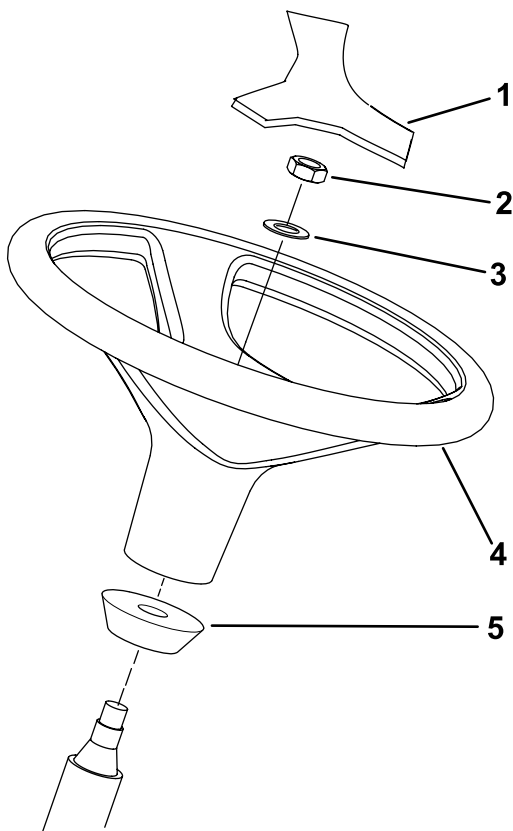

Figura 10
1. Îndepărtați volanul din suportul de transport (Figura 10).
Notă: Asigurați-vă că inelul din spumă rămâne pe arborele de direcție (Figura 10).
- Glisați volanul și aiba pe arborele de direcție (Figura 10).
- Montați capacul la volan (Figura 10).